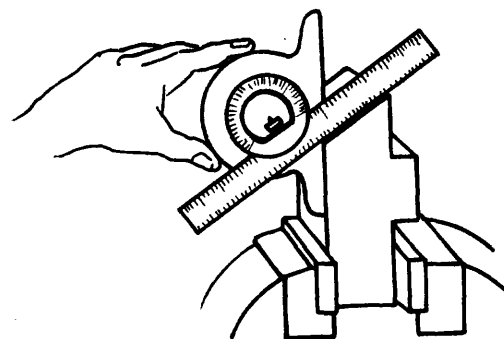

Fig. 2
- b Verifique el ángulo obtenido con la superficie de referencia utilizando goniómetro (fig. 2).